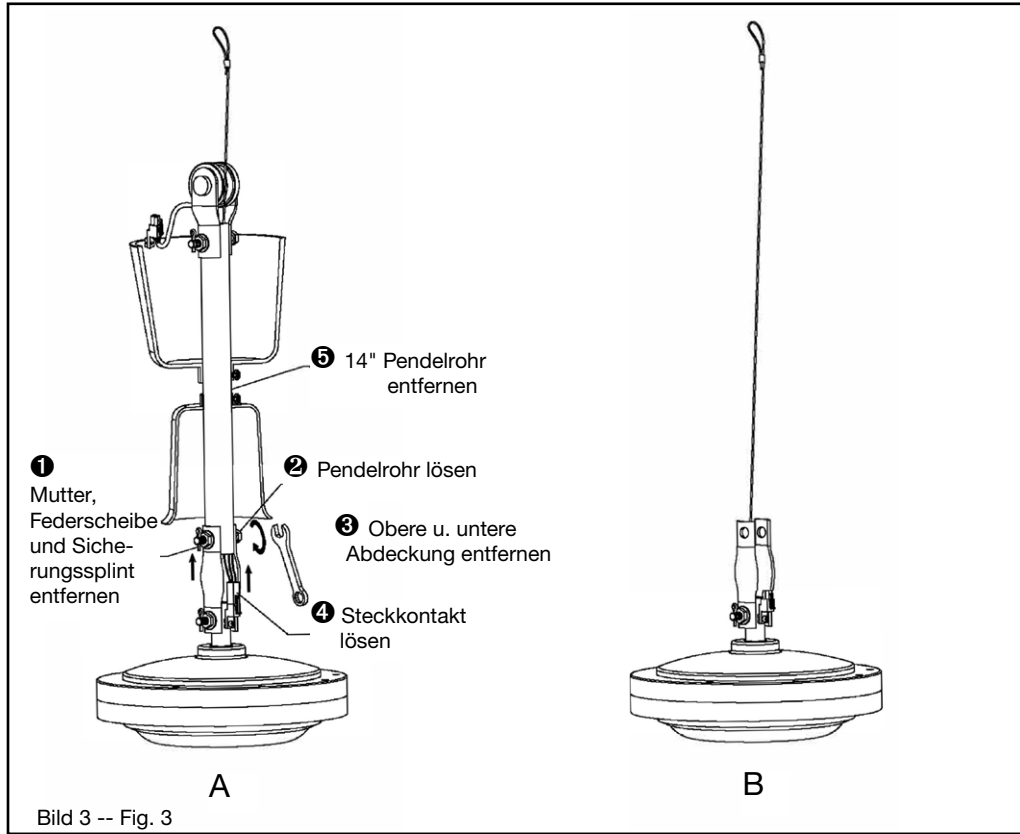
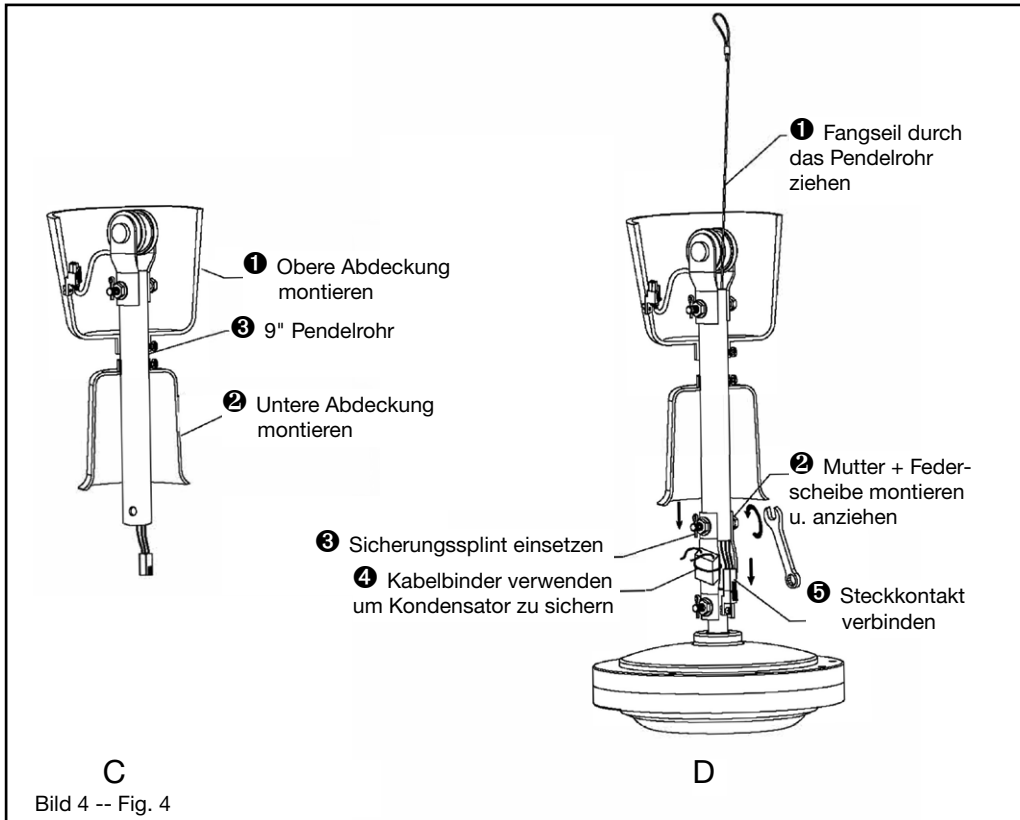

Bild 3 -- Fig. 3
Bild 4 -- Fig. 4
1. Optional: Umbau auf kurzes Pendelrohr 9". (Bild 3 und Bild 4)